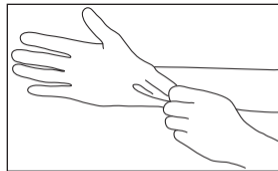

Fig. 6
1) Pour des raisons de sécurité et afin de réduire le plus possible les risques d'infection, portez toujours des gants de protection, un masque, ainsi que des lunettes de protection (Fig. 6).